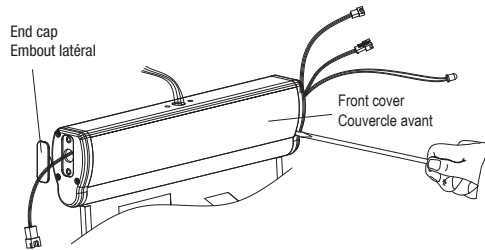

Fig. 2
4. Use a screwdriver to open the front cover of the unit (Fig. 2).
4. À l'aide d'un tournevis, ouvrir le couvercle avant de l'unité (Fig. 2).